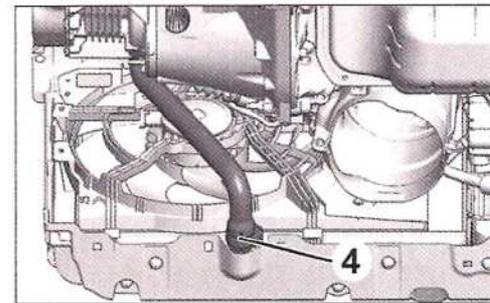

FIG. 34
- Con el útil [2], desacoplar el manguito inferior (Fig.34) del radiador.